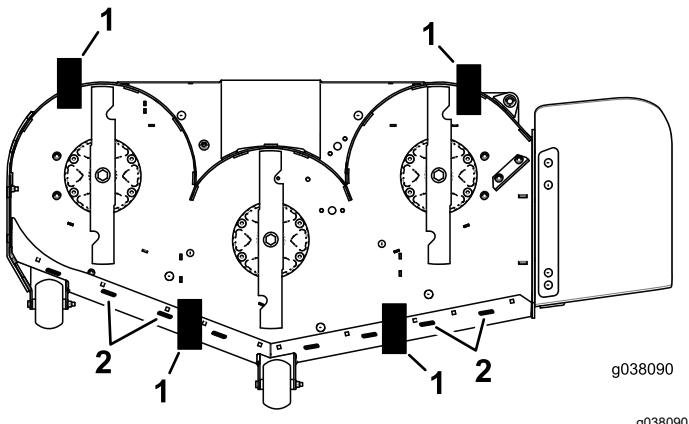

Figura 109
11. Coloque 2 bloques (ver Altura de bloque y soporte) debajo del borde trasero del faldón de la carcasa de corte, uno en cada lado de la carcasa de corte (Figura 109).